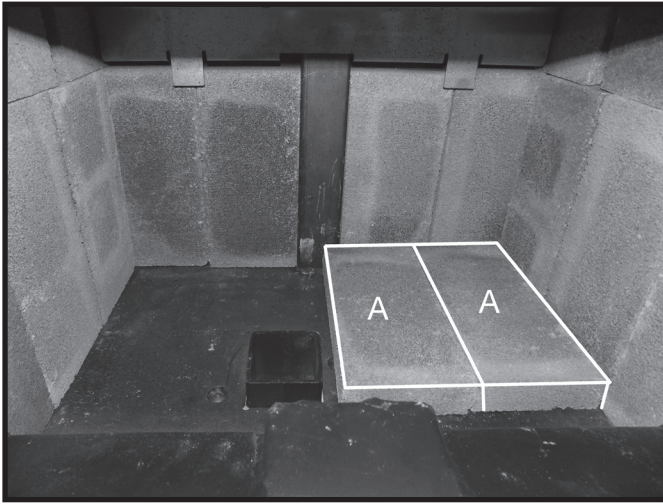

Figure 18: Deux premières briques du plancher en place.
8. Placer deux briques A selon la Figure 18.